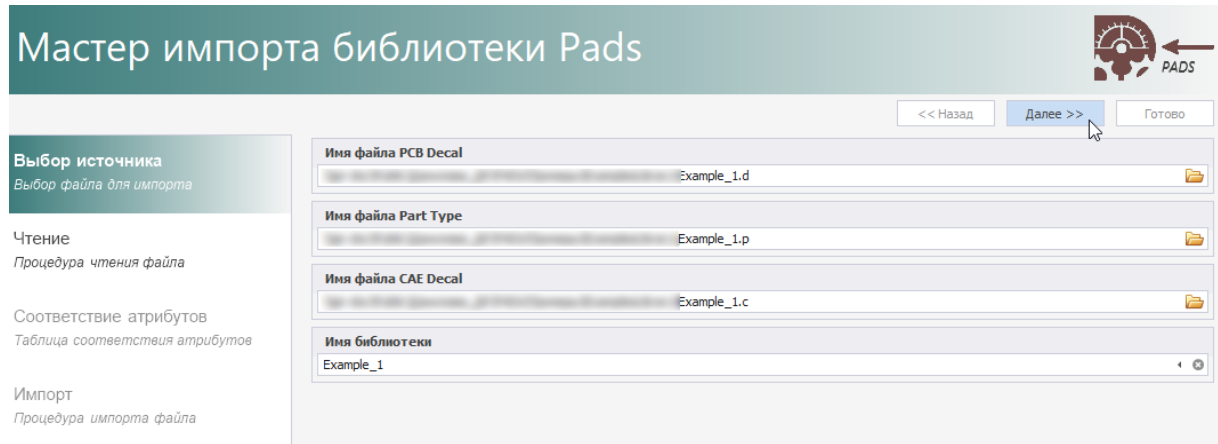

Рис. 7 Переход к следующему шагу
4. Нажмите «Далее», см. Рис. 7.